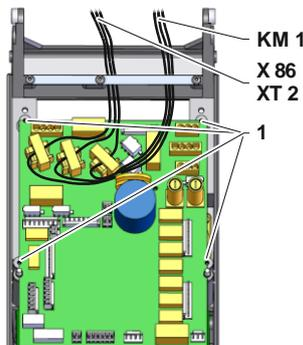

Abb. 3: GIF-51 entfernen
- Schrauben (Kennzeichnung 1 → Abb. 3) auf den Seiten der Platine entfernen.